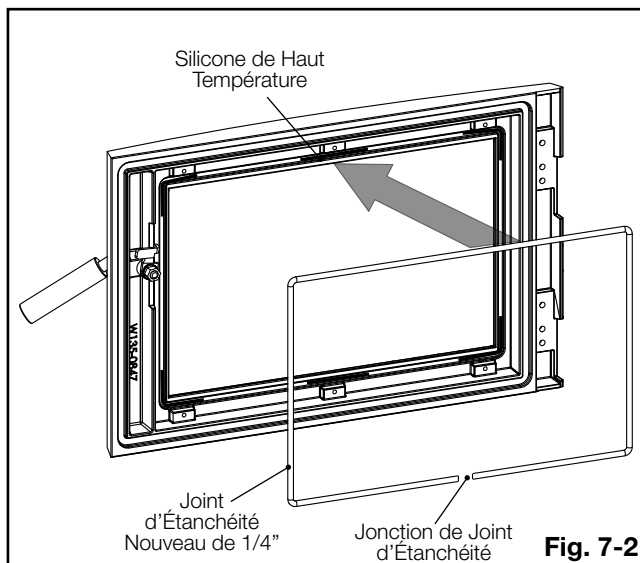

Fig. 7-2
4. Appliquez **silicone de haut température** (non fourni) dans la rainure de joint d'étanchéité comme illustré (**Fig. 7-2**).
5. Coupez le joint d'étanchéité de 1/4" gasket (fourni) à taille et le placez au dessus du silicone. Appuyez le joint d'étanchéité fermement d'assurer qu'il reste en place. Assurez-vous que le jonction de joint d'étanchéité face vers le bas comme illustré (**Fig. 7-2**).